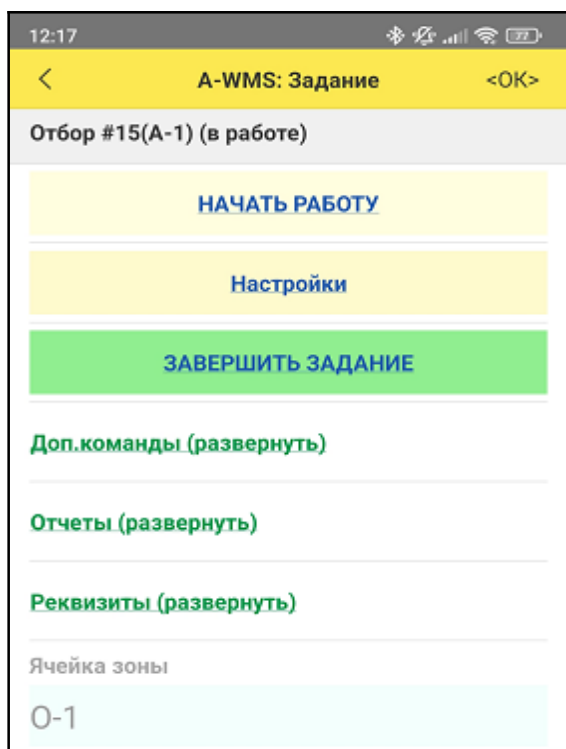

Рис. 4.5.1. Меню задания.
- "меню" - открывает меню задания (Рис. 4.5.1);
По кнопке "Меню" из заголовка окна сканирования можно перейти в меню задания (Рис. 4.5.1), при этом процесс сканирования будет прерван, а незавершенный сценарий сброшен.